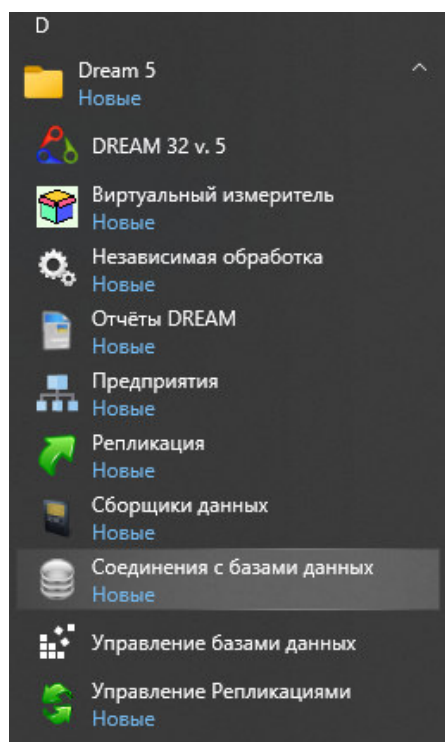

Рисунок 3.1.10
- нажать кнопку панели «Пуск» левой кнопкой «мыши» или клавишу «Win» на клавиатуре (см. Рисунок 3.1.1), выбрать из списка программ папку «Dream 5» и выбрать пункт «Соединения с базами данных» (см. Рисунок 3.1.10);